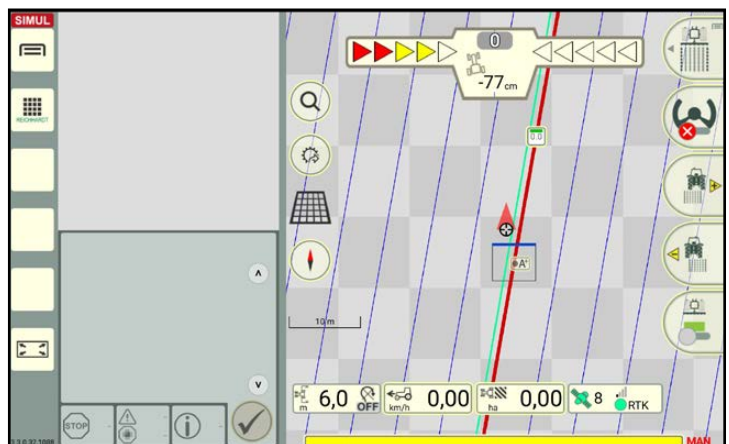

Abb. 102: Parallelspurmuster nach Beenden der Referenzspuraufzeichnung
Wurde die Abfrage zum Beenden der Spuraufzeichnung bestätigt, gelangen Sie automatisch in den Feldbearbeitungs-Modus (siehe Abb. 102).
- für die zuletzt angelegte Referenzspur ein Parallelspurmuster angelegt (siehe Abb. 102);